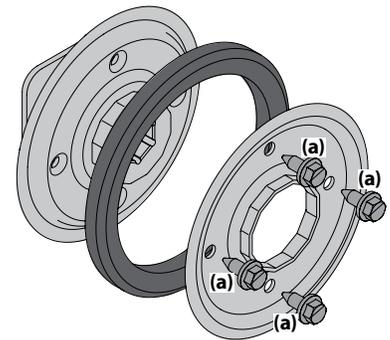

Figure 4-18
1. Retirez les quatre vis (a) qui fixent les plaques latérales de la roue de friction. Voir Figure 4-18.